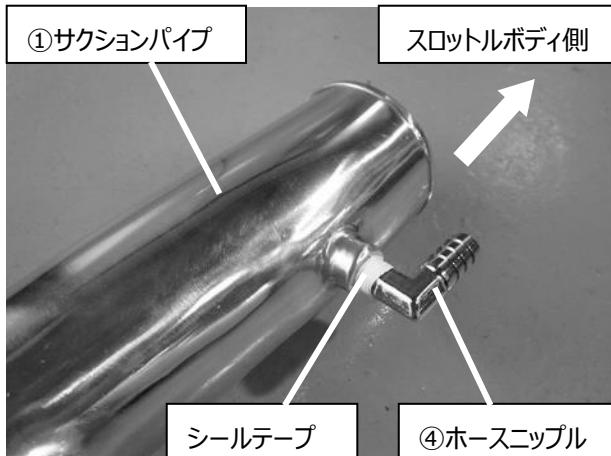

図2
1) 付属の①サクションパイプへ付属の④ホースニップルを取り付けます。(図2)
ホースニップルの向きは図2を参考にスロットルボディ側へ向くように調整しながら締め込みます。